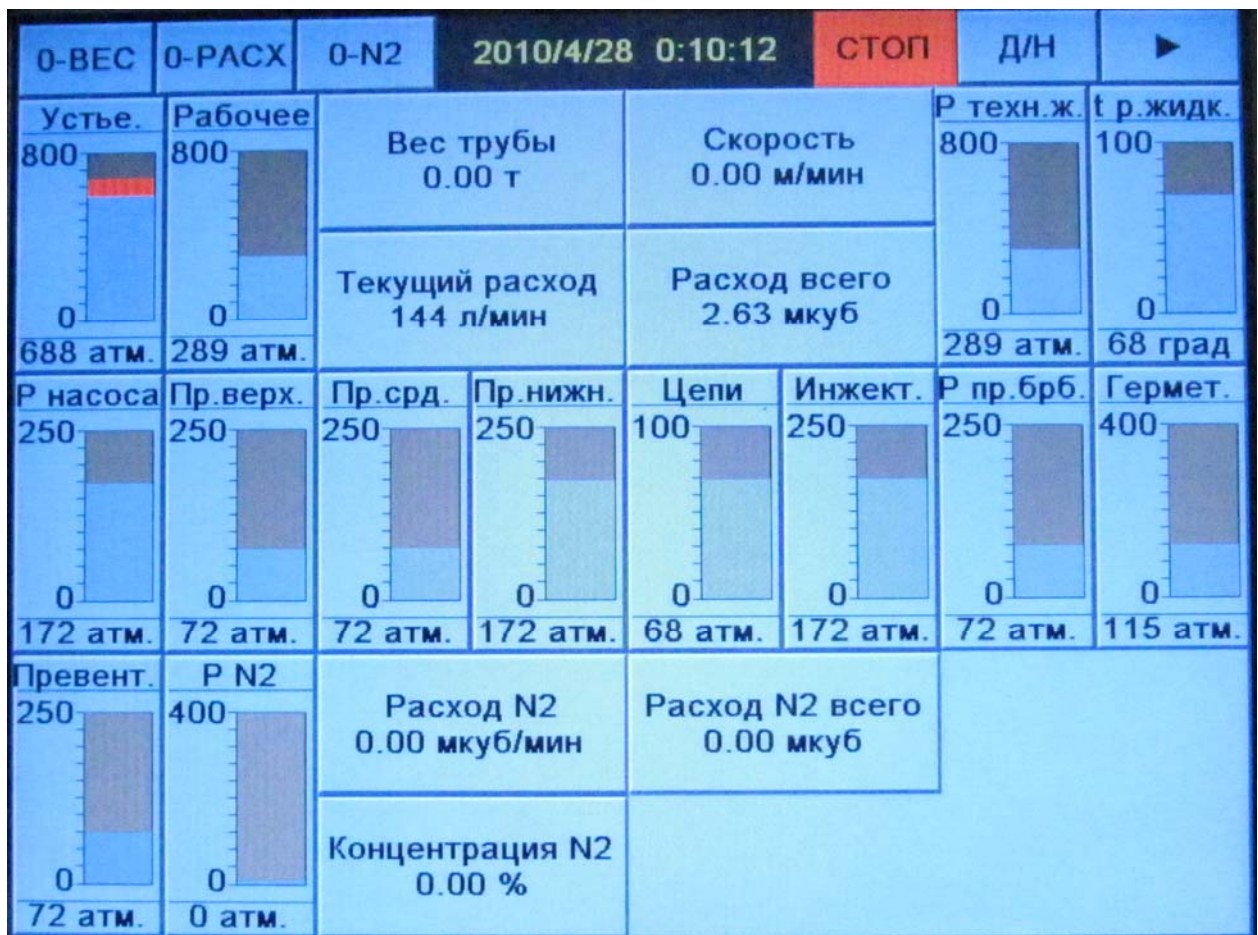
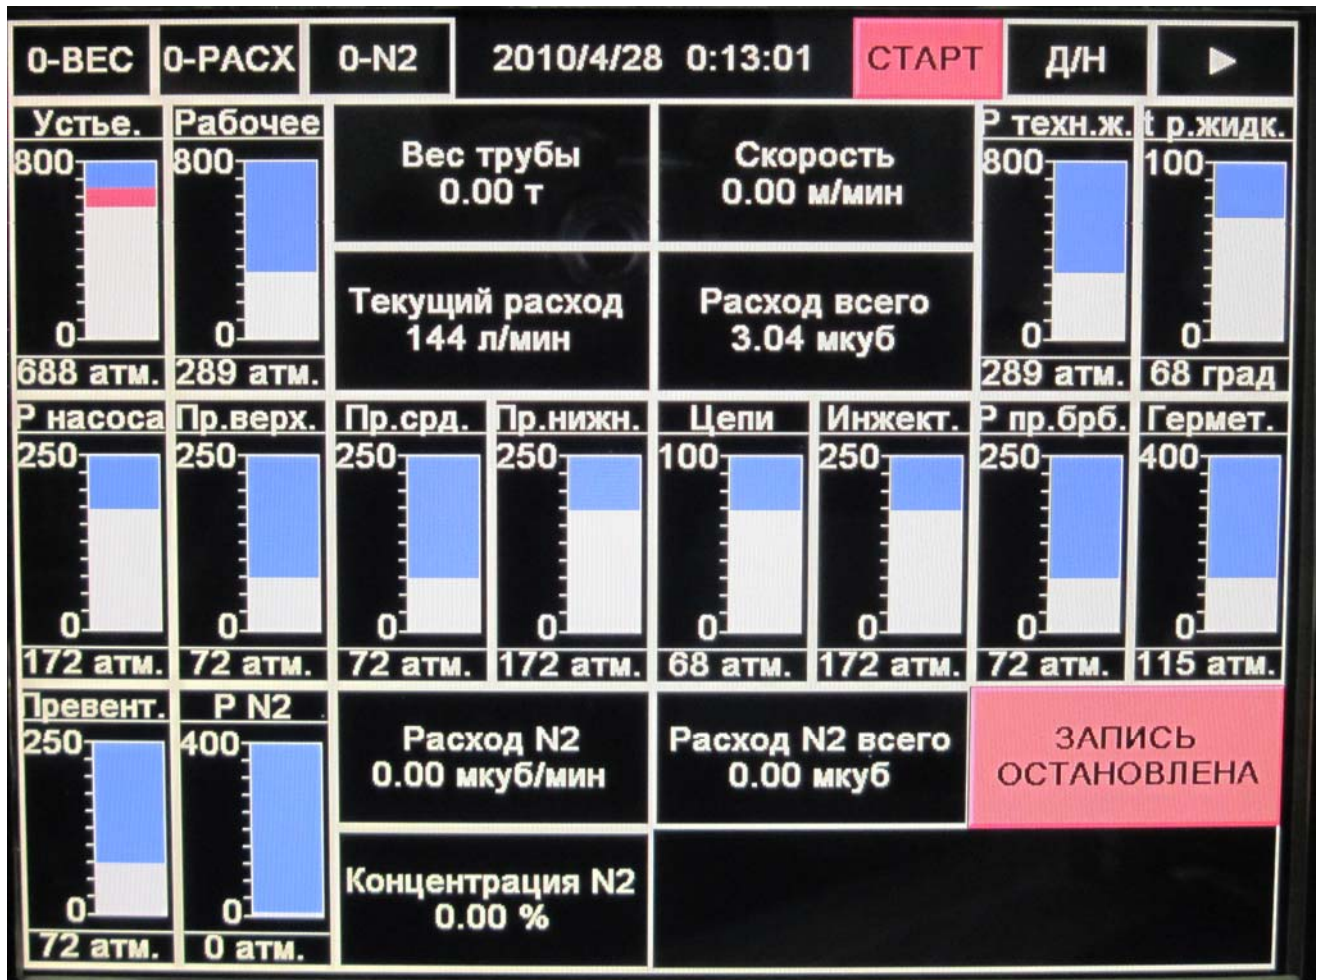

Рисунок 2.1 – Главная страница
Рисунок 2.2– Режим «День»
4) Д/Н – используется для переключения режимов День/Ночь. При включении режима «День» (см. рис.2.2) используется черно/желтая гамма с повышенной яркостью, при включении режима «Ночь» (см.рис.2.1) - цветная гамма с пониженной яркостью);
Для перехода к странице обнуления гистограммы необходимо с Главной страницы (рисунок 2.1) нажать кнопку «▶» в результате чего осуществляется переход на страницу Обнуления гистограммы (рис.2.4).